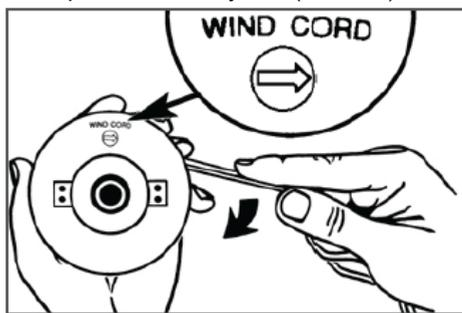

Рис. 12 Намотка корда на катушку
- Намотайте корд плотно с натягом в канавки катушки. Направление намотки («WIND CORD») указано стрелкой на катушке (Рис. 12).